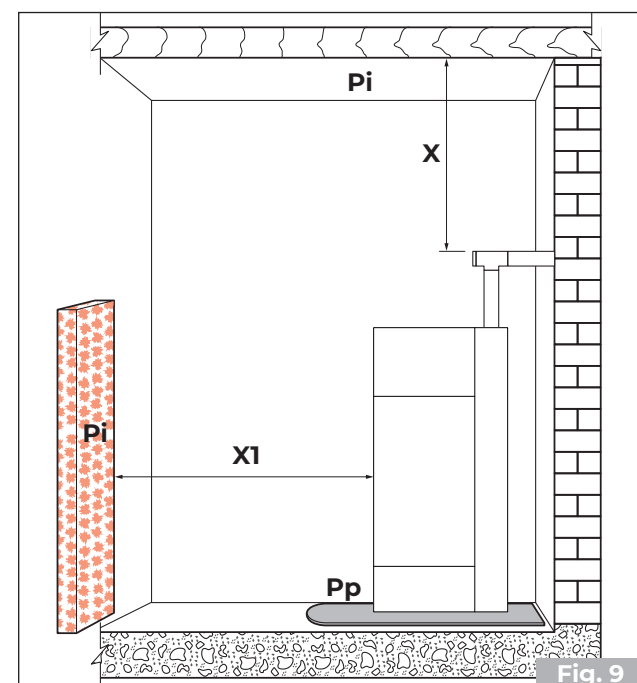
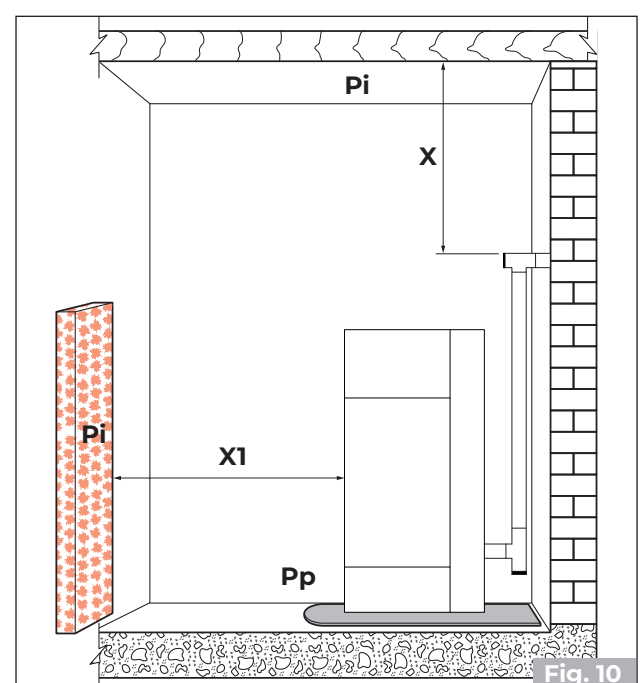

Fig. 9
Fig. 10
Nous rappelons qu'il est important de respecter la distance minimum des matériaux inflammables (X) indiquée sur la plaque d'identification des tubes utilisés pour réaliser la cheminée («Fig. 9» «Fig. 10»).